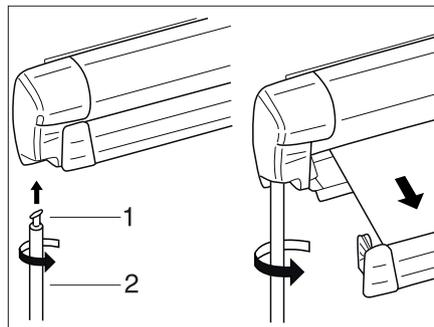

Fig. 11 Store extérieur
- ▶ Accrocher le crochet (Fig. 11,1) de la manivelle (Fig. 11,2) dans l'œillet du mécanisme et tourner de 90°.